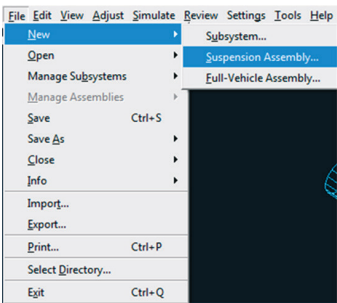

Figura 4.116 – Criando um Assembly.
- Ainda na tela onde foi criado o subsistema da suspensão, acesse o menu *File* → *New* → *Suspension Assembly* (Figura 4.116).